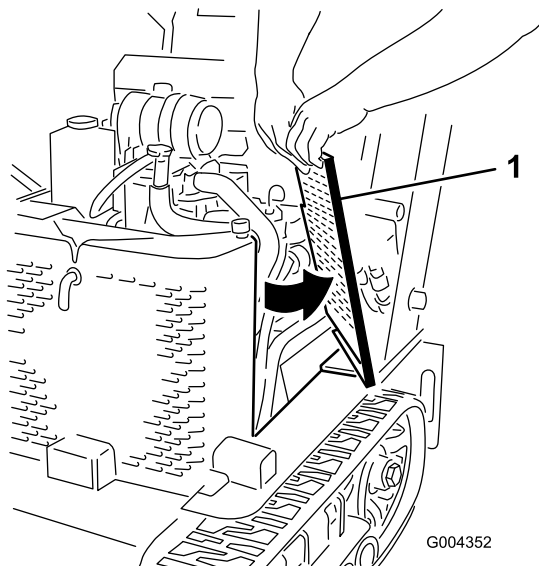

Figure 30
2. Faites coulisser les panneaux latéraux (Figure 30) vers le haut pour les sortir des fentes du panneau avant et du châssis.